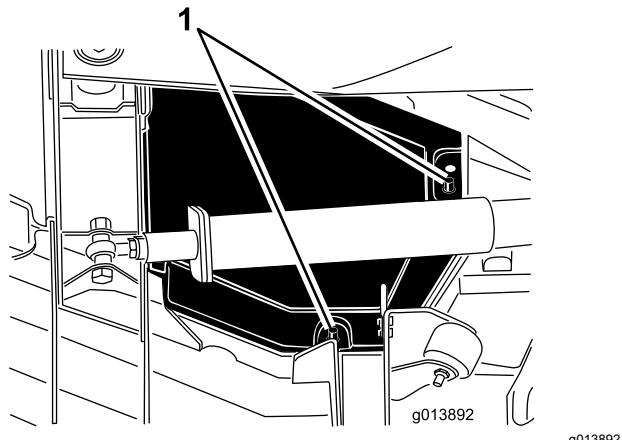

Bild 66
4. Heben Sie die hinteren und inneren Abdeckungskanten von den Befestigungsstrebten (Bild 66).